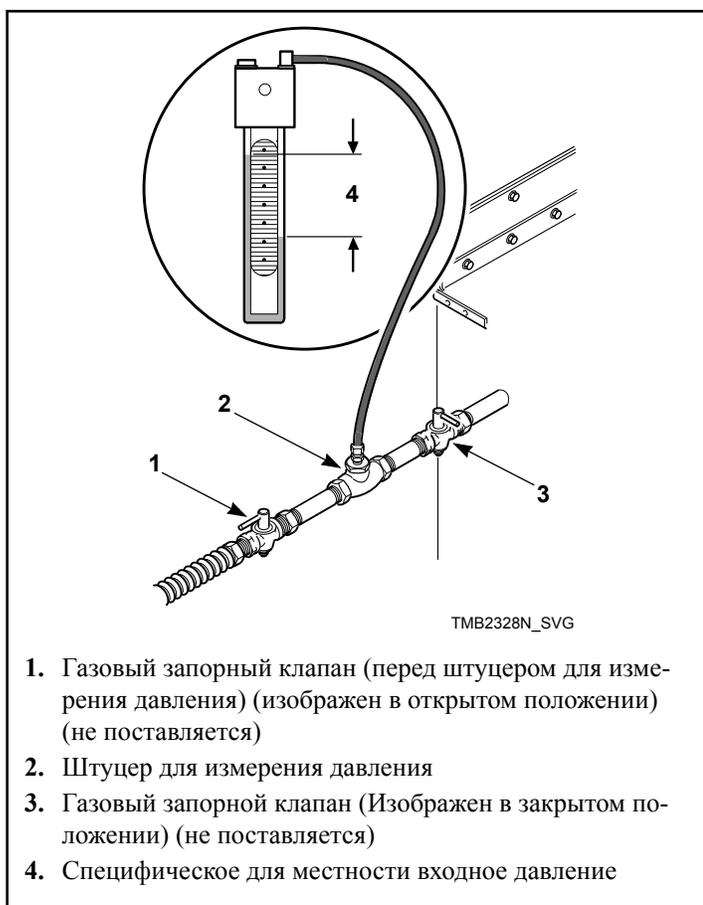

Рис. 7
1. Отключите сушильную машину от электросети. Закройте запорный клапан, закрывающий подачу газа к сушильной машине. См. Рис. 7 .